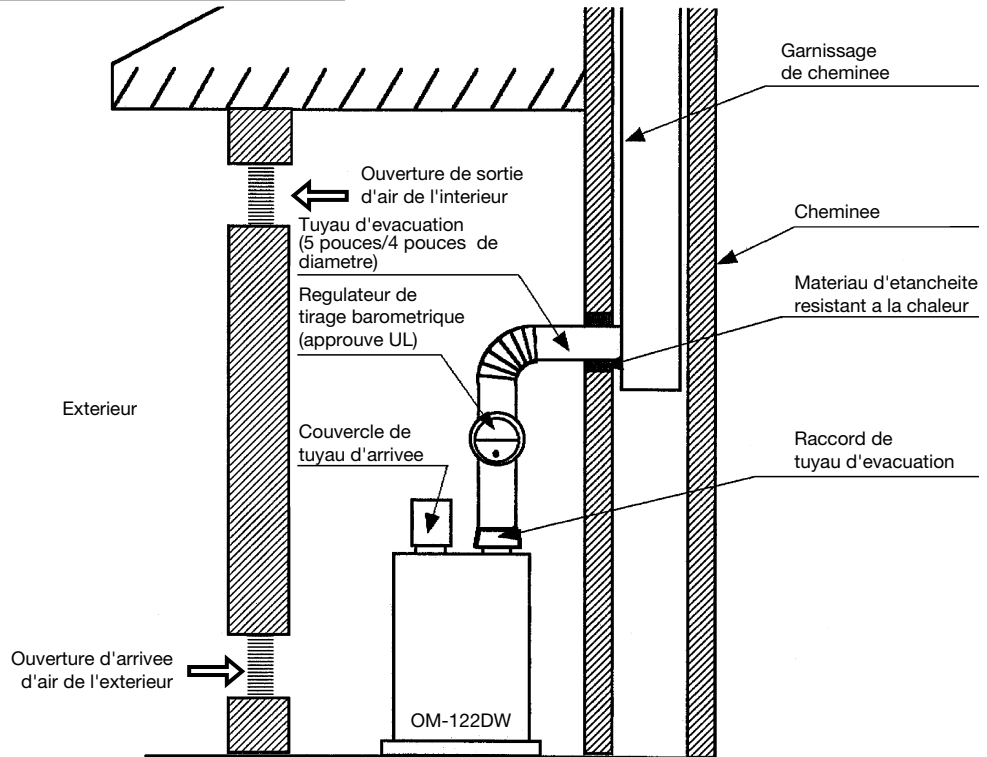

Fig. 1
3. Lorsque l'appareil est installe dans un batiment ordinaire, en briques ou en pierre, l'aeration est suffisante pour la combustion et la ventilation. Dans un espace ferme, cependant, il faudra prevoir des ouvertures d'arrivee d'air et de ventilation. (Voir figure 1).